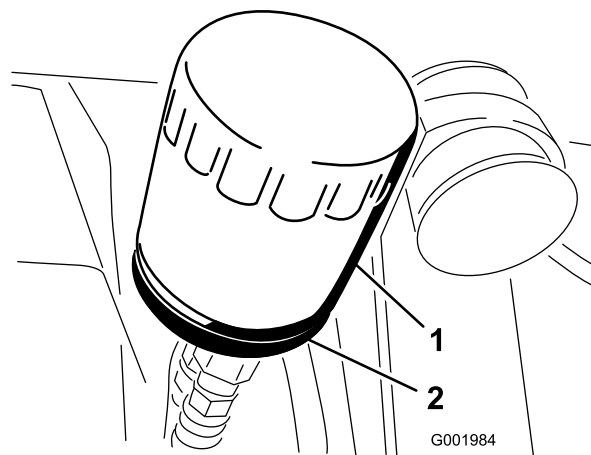

Figure 50
2. Déposez le filtre à huile (Figure 50).
5. Posez le filtre à huile de rechange sur l'adaptateur. Tournez le filtre dans le sens horaire jusqu'à ce que le joint touche l'adaptateur, puis donnez 1/2 tour supplémentaire (Figure 50).